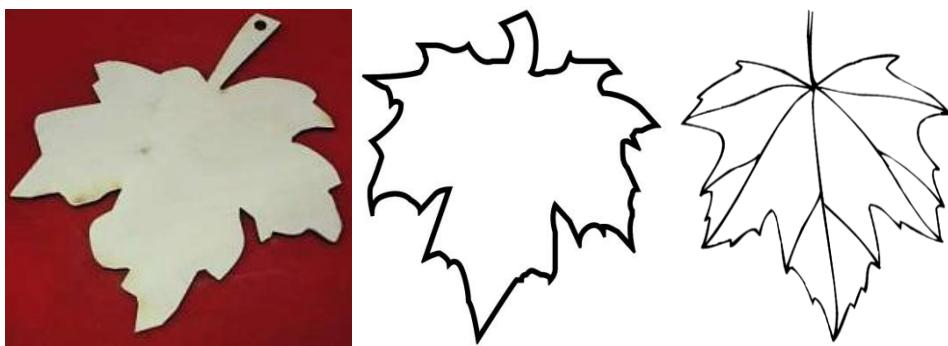

Рис. 1. Образец разделочной доски и рисунки кленовых листков
1. С помощью образцов (рис. 1) разработать эскиз и изготовить разделочную доску в виде кленового листка. Эскиз оформлять в соответствии с ГОСТ 2.104-2006. Наличие рамки и основной надписи (углового штампа) на чертеже формата А4 обязательно. Основная надпись заполняется информацией, представленной в технических условиях данной практики.